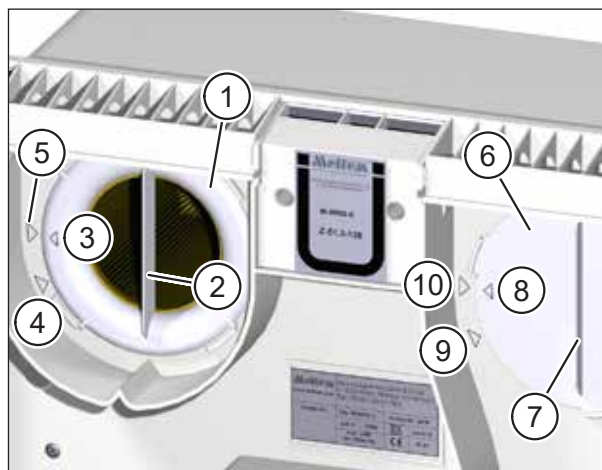

Fig. 18 : Enlever les filtres à air
- ▶ Tournez l'anneau du filtre (pos. 1 dans Fig. 18) sur la poignée (pos. 2 dans Fig. 18) dans le sens anti-horaire, jusqu'à ce que la flèche sur l'anneau du filtre (pos. 3 dans Fig. 18) pointe sur la flèche de la position de prélèvement (pos. 4 dans Fig. 18).
- ▶ Tournez le couvercle du filtre (pos. 6 dans Fig. 18) sur la poignée (pos. 7 dans Fig. 18) dans le sens anti-horaire, jusqu'à ce que la flèche (pos. 8 dans Fig. 18) sur le couvercle du filtre pointe sur la flèche de la position de prélèvement (pos. 9 dans Fig. 18).
- ▶ Veillez à ce que l'anneau du filtre soit orienté de telle sorte que la flèche sur l'anneau du filtre (pos. 3 dans Fig. 18 à la page 33) soit alignée avec la flèche de la position de prélèvement (pos. 4 dans Fig. 18 à la page 33).
- ▶ Tournez l'anneau de filtre dans le sens des aiguilles d'une montre, jusqu'à ce que la flèche sur l'anneau de filtre (pos. 3 dans Fig. 18 à la page 33) soit alignée avec la flèche de la position d'arrêt (pos. 5 dans Fig. 18 à la page 33).
- ▶ Vérifiez la position de l'anneau du filtre et du couvercle du filtre. Il faut que les poignées soient verticales et que les flèches sur l'anneau du filtre et sur le couvercle du filtre soient alignées avec les flèches de la position d'arrêt (voir Fig. 18 à la page 33).